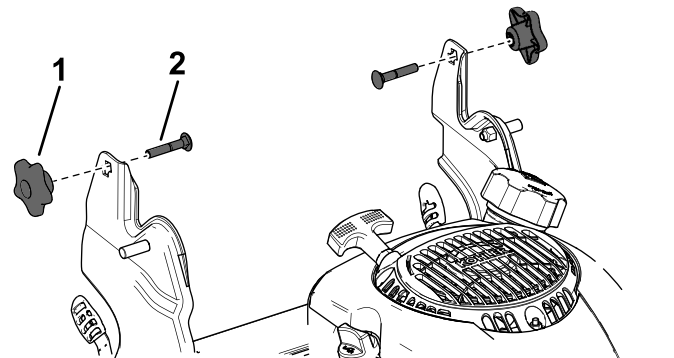

Figura 18
3. Sin ajustarlos, instale los pomos del manillar y los pernos de cuello cuadrado en los soportes del manillar (Figura 18).